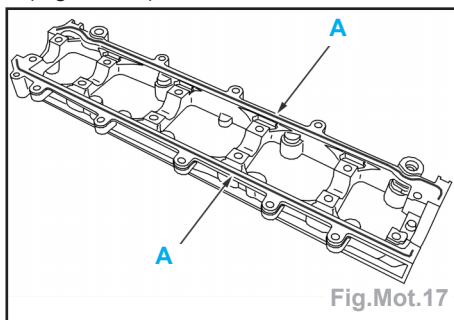

Fig.Mot.17
- Déposer un cordon de pâte à joint **SILICONE CATEGORIE (AUTOJOINT OR)** en (A) sur le pourtour des plans de joints (Fig.Mot.17).